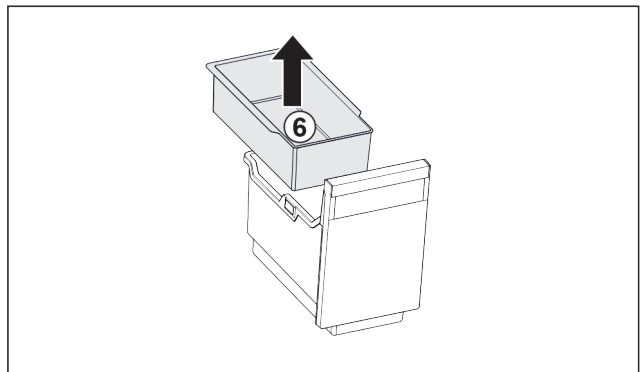

Fig. 95
- ▶ Inhangschaal Fig. 95 (6) verwijderen.